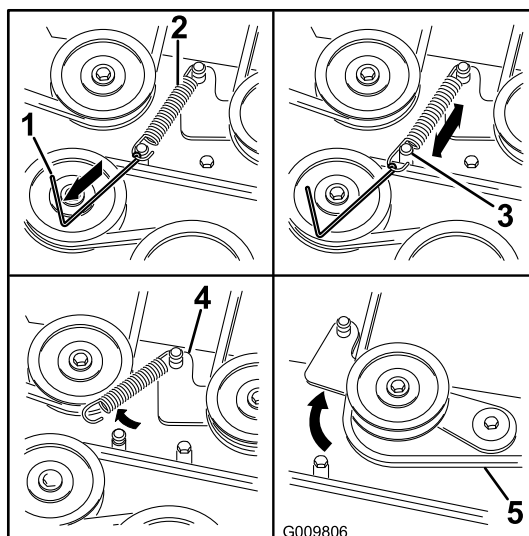

Figura 69
6. Servendovi di un attrezzo per la rimozione delle molle (n. cat. Toro 92-5771), sganciate la molla di rinvio dal perno del piatto di taglio per eliminare la tensione dalla puleggia tendicinghia (Figura 69).
9. Montate la nuova cinghia attorno alle pulegge del tosaerba e alla puleggia della frizione, sotto il motore (Figura 69).
10. Servendovi di un attrezzo per la rimozione delle molle (n. cat. Toro 92-5771), agganciate la molla di rinvio al perno del piatto di taglio per mettere in tensione la puleggia tendicinghia e la cinghia (Figura 69).